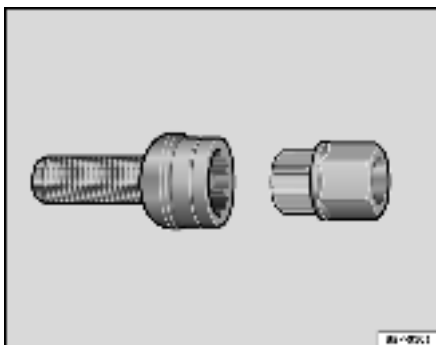

Fig. 179 Boulons de roue antivol
- Introduisez l'adaptateur au maximum dans le boulon antivol de la roue ⇒ fig. 179.